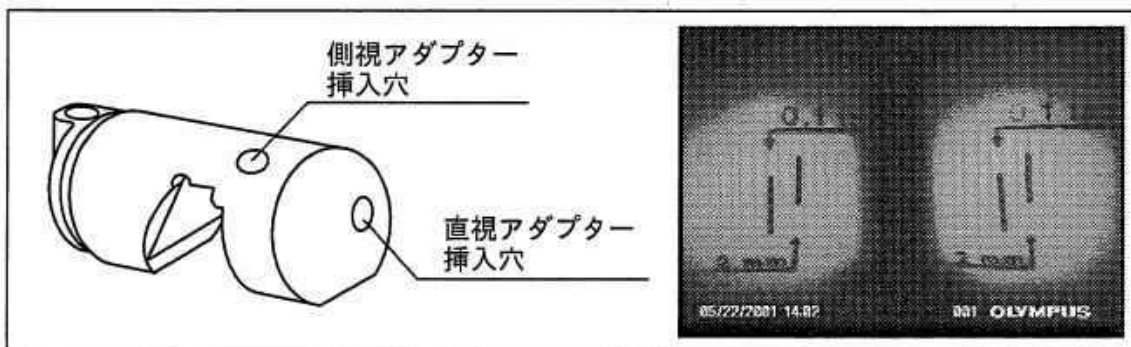

図5.8
1. 検具の光学アダプター挿入穴にスコープ先端を突き当たるまで挿入します（図5.8参照）。
2. 図5.8のような画像が得られるように検具を回転させます。